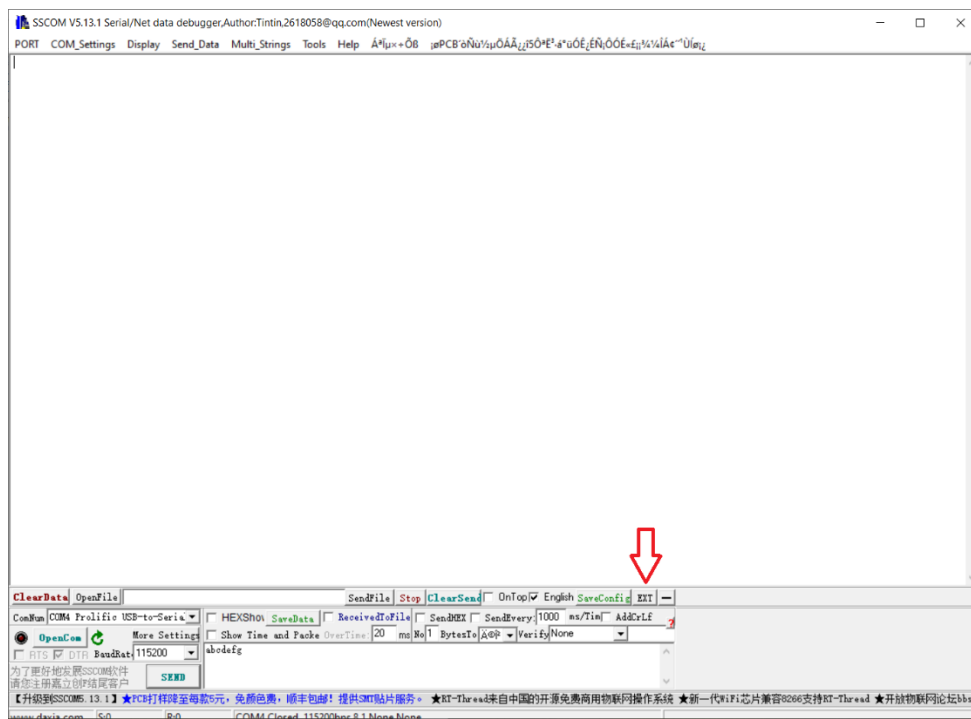

Figura 9 – Opção EXT
**Passo 1:** Clique no ícone EXT conforme figura 9.